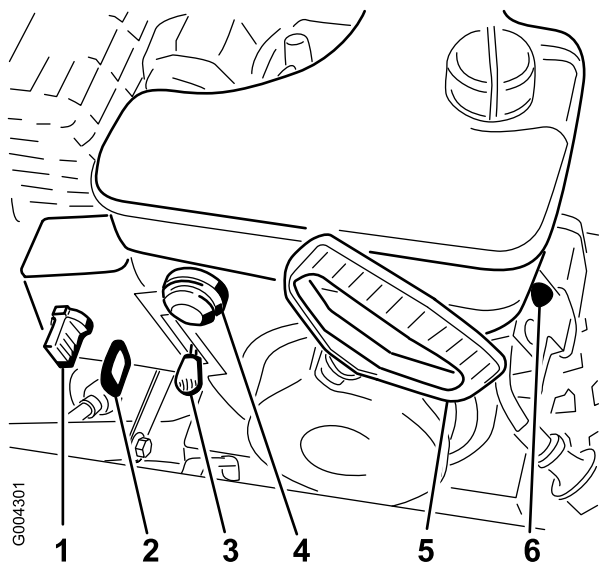

Рисунок 14
2. Выньте ключ из свечи зажигания (Рисунок 14).
3. Вытяните воздушную заслонку в положение off (закрыто) (Рисунок 14).
2. Переведите рычаг дроссельной заслонки в положение Fast (Быстро) (Рисунок 14).
5. Поверните заслонку в положение On (Рисунок 14).
6. Вставьте ключ зажигания (Рисунок 14).
7. Закройте отверстие в центре ручки пускового насоса (Рисунок 14) большим пальцем и плавно нажмите на ручку 3 раза, делая паузы между нажатиями.
8. Захватите ручку механического стартера (Рисунок 14) и плавно вытягивайте ее до обеспечения надежного сцепления; затем энергично потяните ее для запуска двигателя.
10. После того, как двигатель запустился, немедленно поверните ручку воздушной заслонки (Рисунок 14) в положение 3/4. Когда двигатель прогревается, поверните ручку воздушной заслонки в положение 1/2. Когда двигатель достаточно прогреется, поверните ручку воздушной заслонки в положение Off (Закрето).